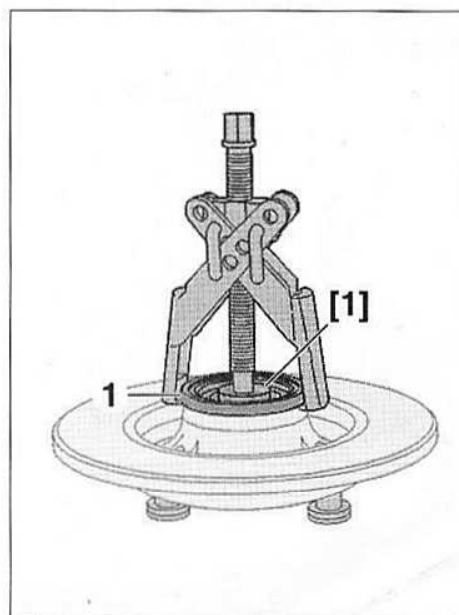

FIG.39
- Mettre en place l'outil [1] et un extracteur à griffes (Fig.39).